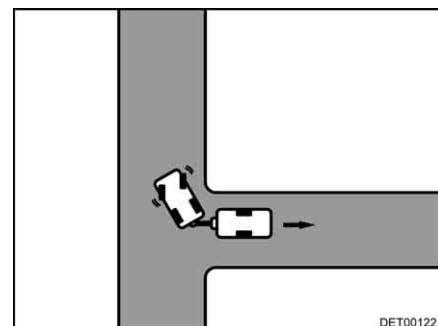

Bild 19 Rechts einschlagen
- Nach rechts einschlagen und vorsichtig rückwärts fahren (Bild 19).